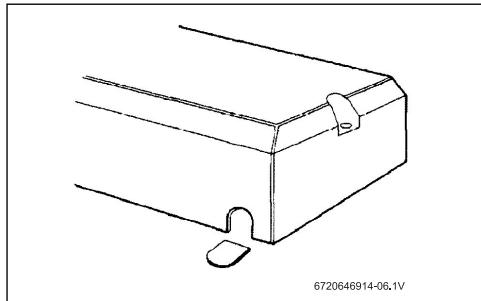

Fig. 9 Cubierta de la unidad
- Si va a ser a través de la cubierta inferior, corte el saliente de plástico para exponer la funda de goma (Fig. 9):